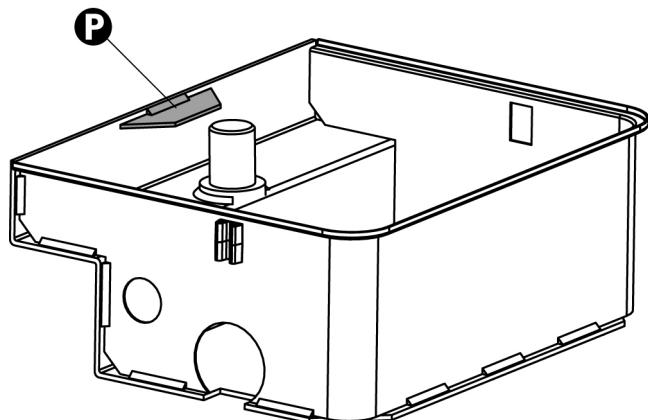

Fig.1
1. Cortar la placa de apoyo de la tapa de la caja de cimentación **P** (Fig.1)
1. Cortar o prato de apoio da tampa P da caixa de fundação (Fig. 1).